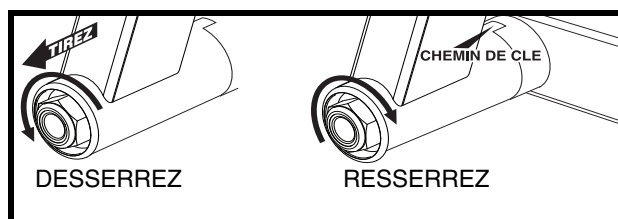

Figure 9A. Pivotez l'ensemble
1. Tirez et pivotez l'ensemble soude pour degager le chemin de cle. il se peut que vous ayez a desserrer l'ecrou du pivot a l'aide d'une douille de 3/4 in. sur cle a rochet. **Voir la figure 9A.**
3. Assurez-vous de bien engager le chemin de cle. Resserrez l'ecrou du pivot si vous l'avez desserre. **Voir la figure 9A.**